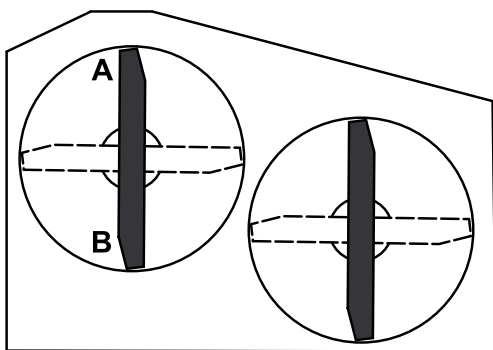

Bild 56
- Stellen Sie ein Messer in Längsrichtung. Messen Sie an den Stellen **A** und **B** von einer ebenen Oberfläche bis zur Schnittkante der Messerspitzen (**Bild 56**).